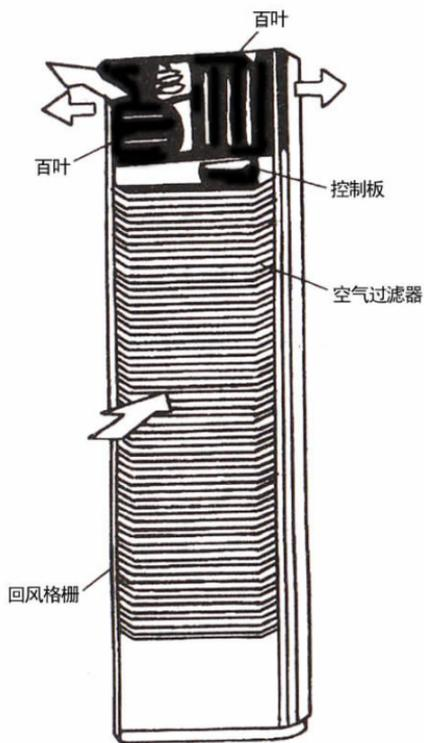

图 3 柜式空调
(3) 柜式空调。柜式空调的制冷量一般是 2~7 匹之间，要调节大范围空间的气温，比如大客厅、宾馆饭店、商业场所等，选择柜式空调最合适，如图 3 所示。
(4) 窗式空调。窗式空调是一种小型房间空气调节器，采用全封闭蒸气压缩式制冷系统，体积小、重量轻、结构简单、成本低、安装维修方便，可安装在